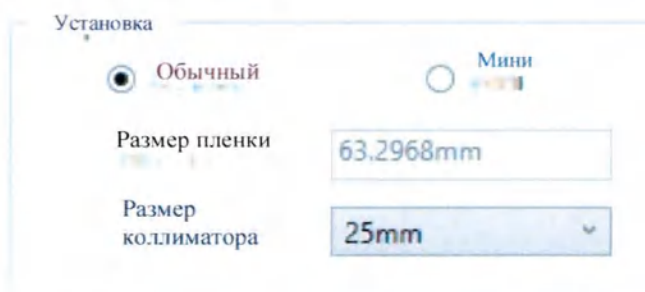

Рисунок 7-7. Установка размера шарика-кубика
4. Выберите размер кубика с шариком (см. рис. 7-7).